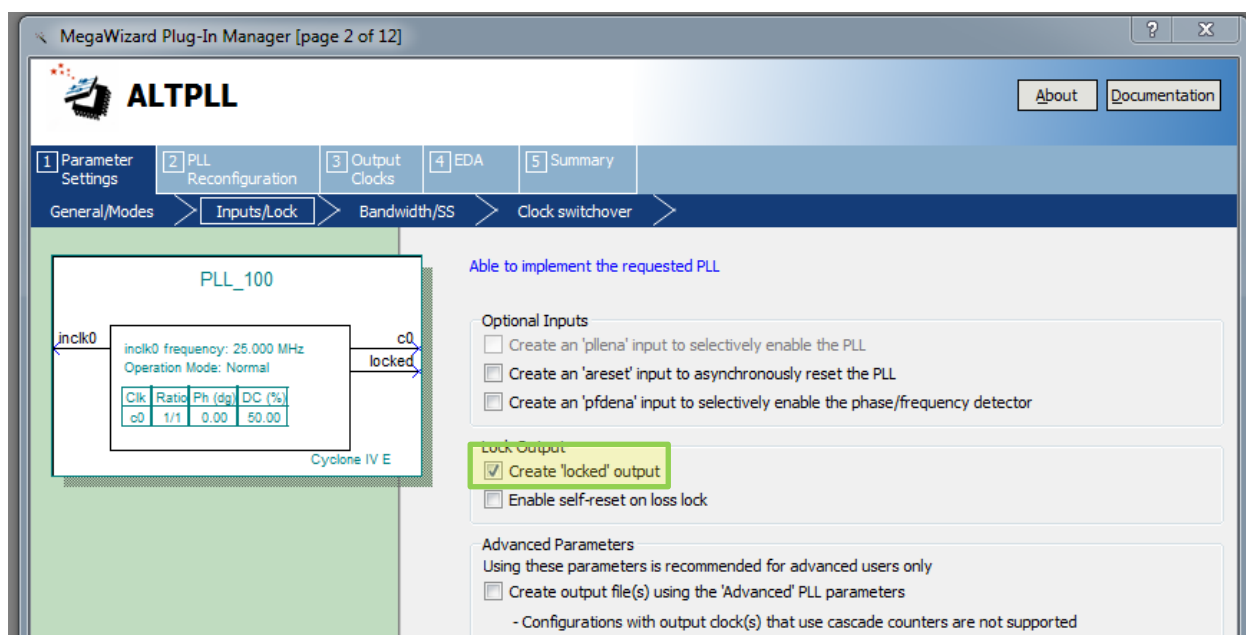

Рис. 24 Окно настройки экземпляра выбранного компонента (page 2)
6.4. В появившемся окне **“MegaWized Plug-In Manager [page 2 of 12]”** установите необходимые опции (рис. 24) и выполните **«Next»**.